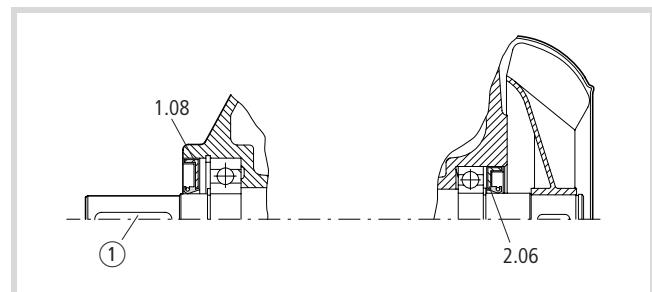

Figure 28 : Joint d'arbre
- Insérez les joints d'arbre AV (1.08) et AR (2.06) dans la carcasse comme décrit ci-dessous (→ fig. 28) :
- Placez les clavettes ① dans le bout d'arbre côté entraînement tout en soutenant l'arbre.